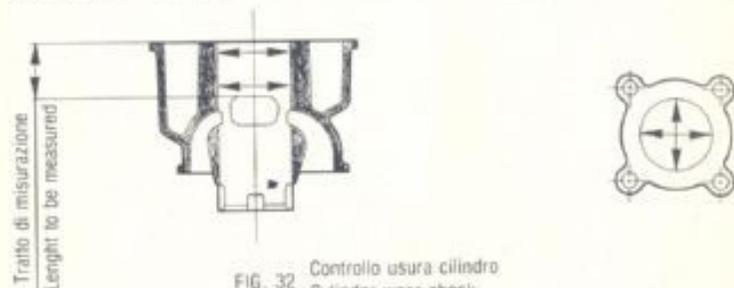

FIG. 32 Controllo usura cilindro
- 9) **Controllare** che la canna del cilindro sia priva di tracce di grippaggio o di usura e non vi siano rigature di alcun genere. Controllare con un alesametro il diametro del cilindro in due direzioni a 90° tra loro (una parallela e l'altra perpendicolare all'asse dello spinotto). Ripetere le misure in più punti nel tratto di canna compreso tra il piano superiore del cilindro e la luce di scarico (vedi fig. 32). La massima usura consentita rispetto alla misura nominale è di 0,04 mm., oltre tale limite si consiglia la sostituzione del cilindro e pistone.